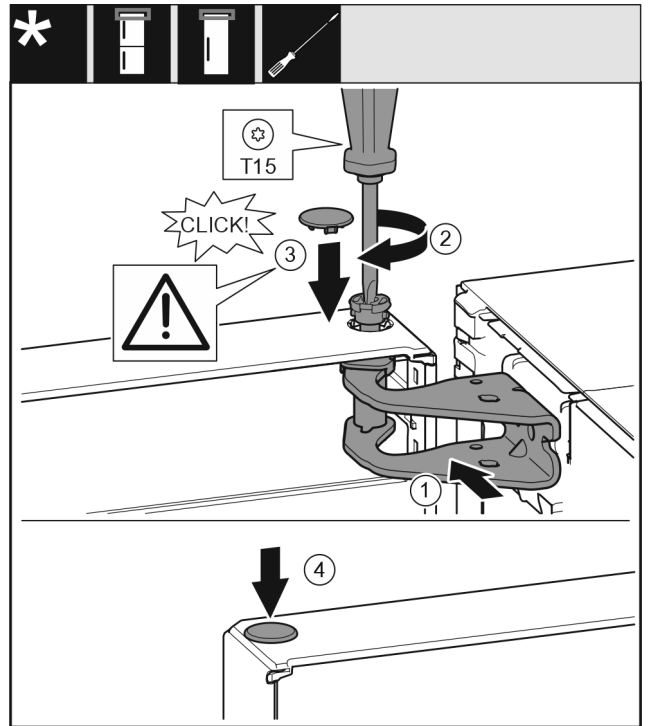

Fig. 58
- ▶ 将冰箱门的上方对准托架 Fig. 58 (1)中的开口。
- ▶ 放入螺栓 Fig. 58 (2)并用螺丝刀拧紧。
- ▶ 装入盖板 Fig. 58 (3)。
- ▶ 检查盖板 Fig. 58 (3)是否紧贴在冰箱门上。
- ▶ 装入盖板 Fig. 58 (4)。